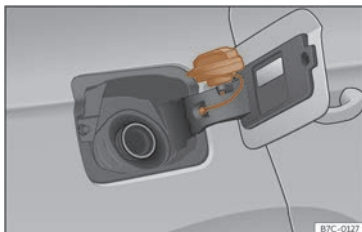

Fig. 193 Tapa del dipòsit amb el tap encaixat.
- Poseu-lo en l'espai que hi ha a la frontissa de la tapa oberta >>> fig. 193.